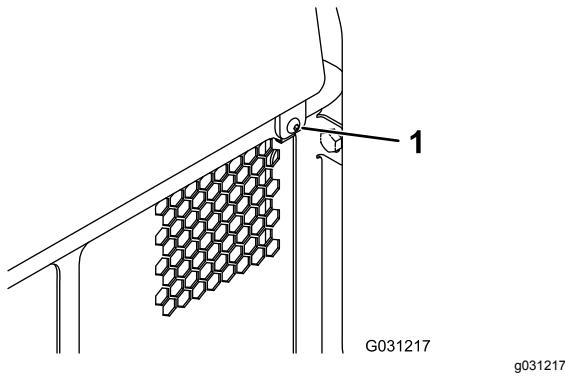

Bild 34
1. Entfernen Sie die Befestigungen (Bild 34).
2. Heben Sie die hintere Abdeckplatte an, um die internen Teile zugänglich zu machen (Bild 34).